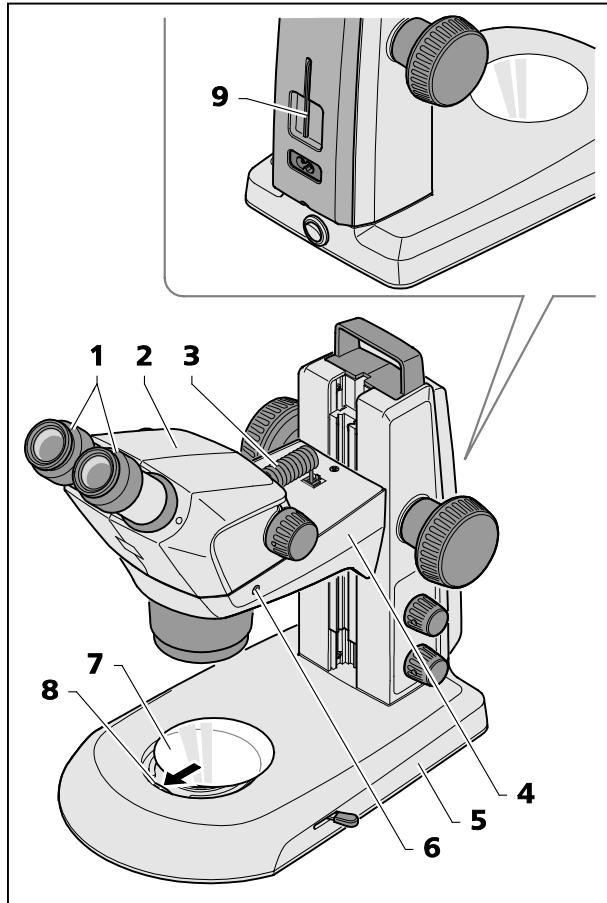

Fig. 10 Instalar o estereomicroscópio
- Se o corpo de microscópio Stemi 305 (Fig. 10/2) ainda não estiver montado, introduzi-lo no suporte do microscópio Stemi (Fig. 10/4), alinhá-lo e fixá-lo mediante o parafuso de aperto (Fig. 10/6). A chave Allen apropriada (Fig. 10/9) encontra-se no porta-ferramentas disposto no lado traseiro do instrumento.
- Contanto que as duas oculares (Fig. 10/1) ainda não estiverem montadas, introduzir as duas no tubo ocular, até no encosto.
- Inserir o cabo de ligação fornecido (Fig. 10/3) na tomada disposta no corpo Stemi e na tomada situada no suporte Stemi.
- Meter a placa de vidro ou a placa de material sintético preta e branca (Fig. 10/7) no alojamento situado no pé do estativo, premendo a placa de vidro ou a placa de material sintético preta e branca contra a mola (Fig. 10/8) e fazendo-a engater.